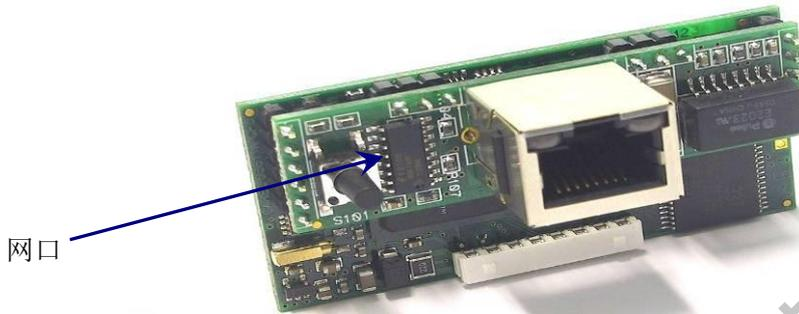

图 5.15、TCP/IP 通讯卡
- ◆ TCP/IP 通讯卡如图 5.15 所示。该卡提供网络接口，可通过 IE 浏览数据。